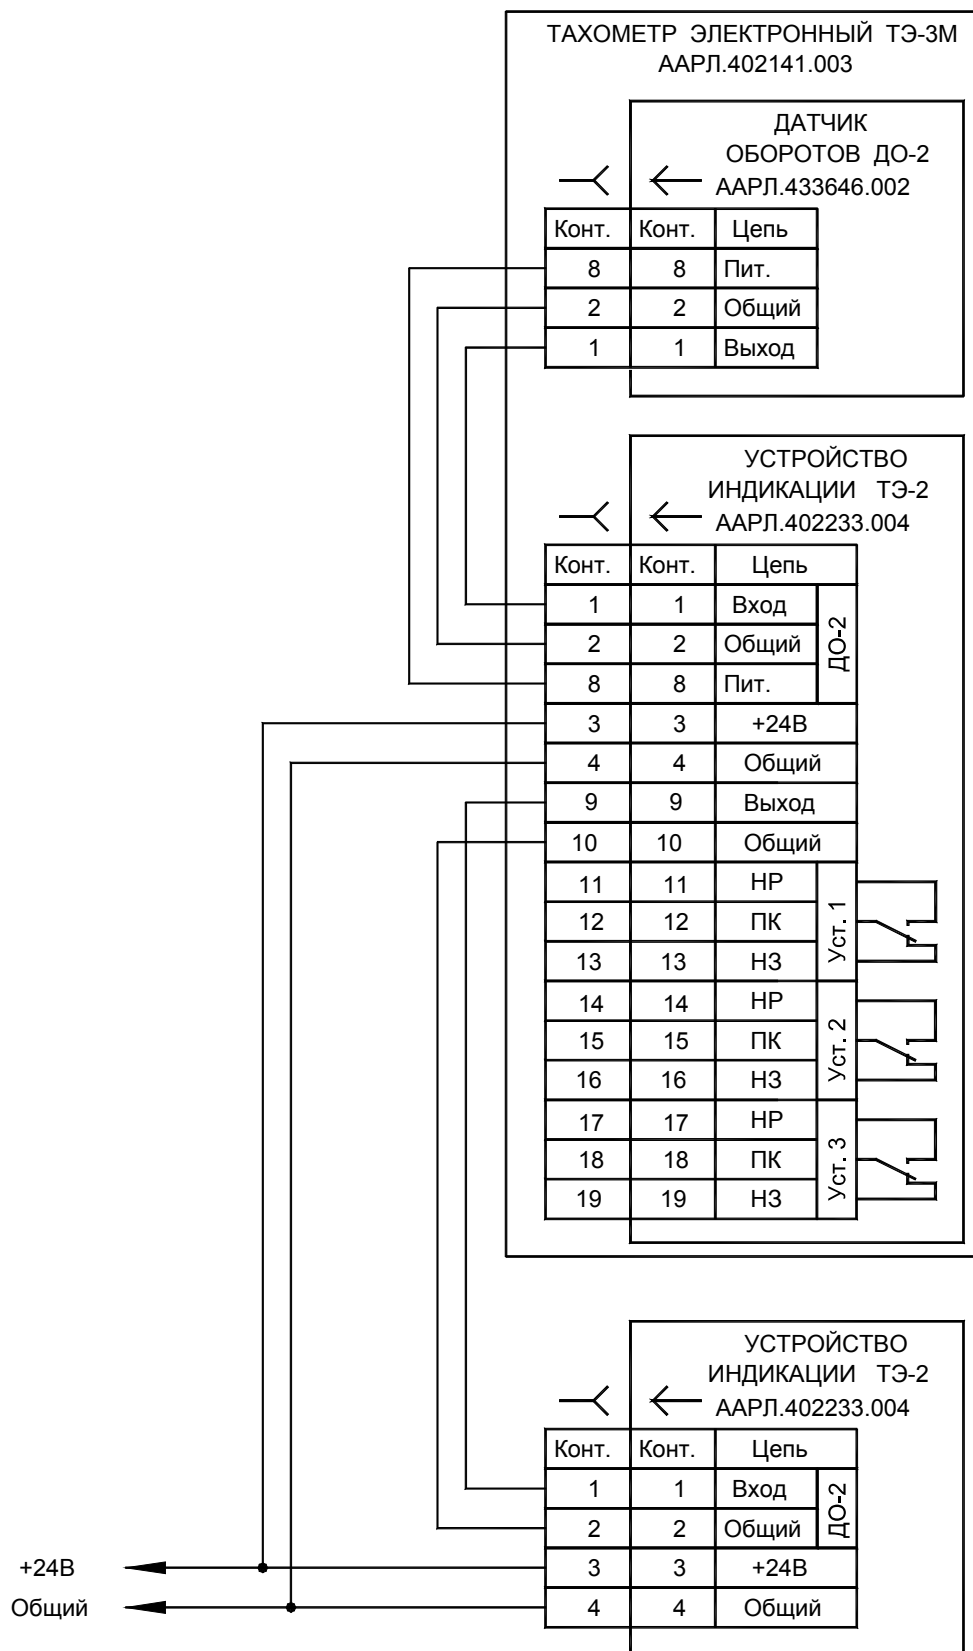

Рисунок 2 - Схема соединения
5.3.1 Монтаж выполнить согласно схемы соединения - рисунок 2. Использовать монтажный провод сечением 0,12 - 0,5 мм2. Монтажные провода должны быть в экране. Экран должен быть заземлен.